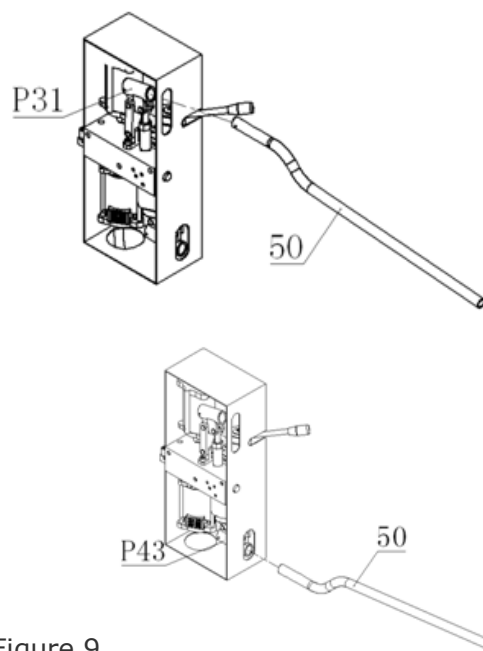

Figure 9
A): Pour le fonctionnement de la pompe à haute pression, brancher la poignée (50) dans le raccord supérieur de la poignée (31).
B): Pour le fonctionnement de la pompe à basse pression, brancher la poignée (50) dans le raccord supérieur de la poignée (43). Voir Figure 9.